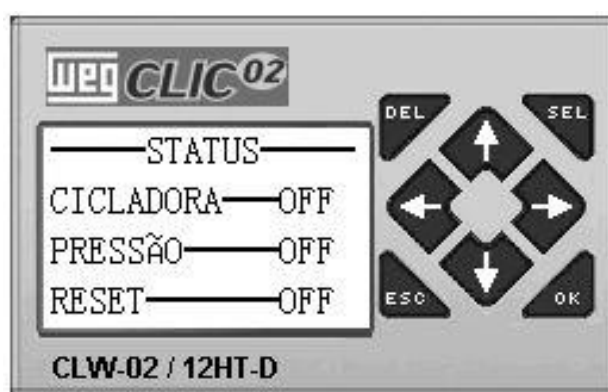

Figura 12 - Tela 06 – Tela que mostra o status da Cicladora
Na Figura 12 é apresentada a Tela 06 que apresenta o status da Cicladora Mecânica. Nesta tela temos a Indicação de CICLADORA ligada (ON) ou DESLIGADA (OFF), a indicação de PRESSÃO que verifica se existe pressão suficiente para o equipamento operar e a indicação de RESET.